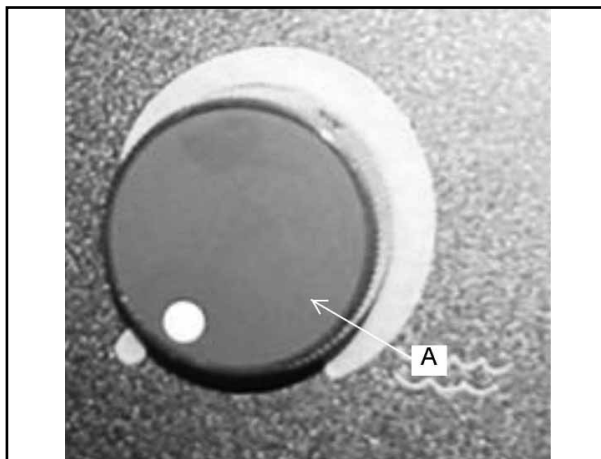

FIGURA 28
El botón de flujo de la solución (A) está situado en el panel de instrumentos, como se muestra en la figura 28. Gire el botón en el sentido de las agujas del reloj para aumentar el flujo de solución y agua. Cuanto más se gire el botón de control de la solución, más intenso será el flujo de agua y solución. Gire el botón en sentido contrario a las agujas del reloj para reducir el flujo de agua y solución. Para apagar el agua y la solución, gire el botón completamente en sentido contrario a las agujas del reloj.